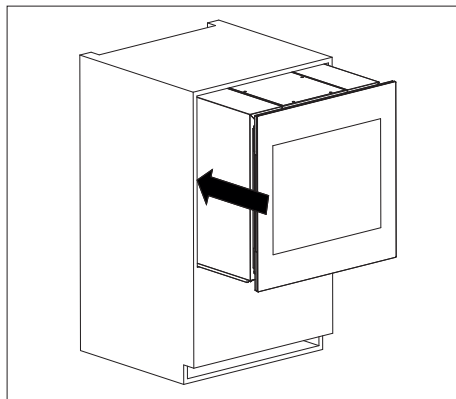

Рис. 1
2. Вдвиньте устройство в кухонный шкаф примерно на 2/3 его глубины (рис. 1).